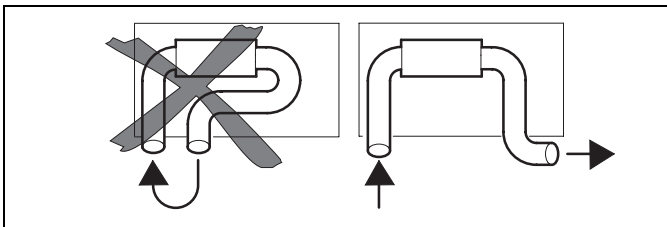

рис. 7: Вход и выход нагреваемого воздуха
- короткое замыкание потока воздуха между входом воздуха в отопитель и выходом воздуха из него (рис. 7.)